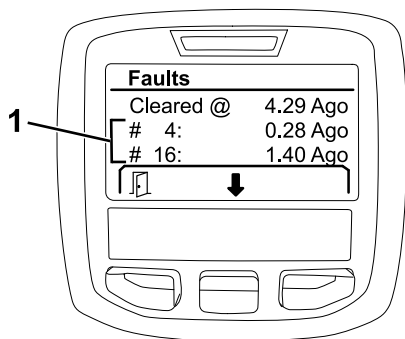

Figura 27
- Revise los fallos enumerados en la pantalla Faults (Fallos) (Figura 27).